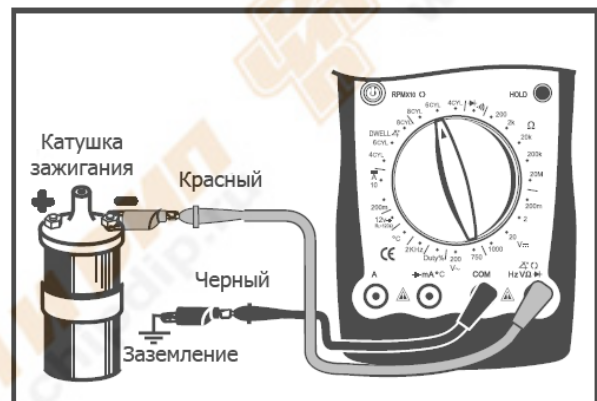

Рис. 14
5. Тестирование оборотов (RPMx10) (См. рис. 14)